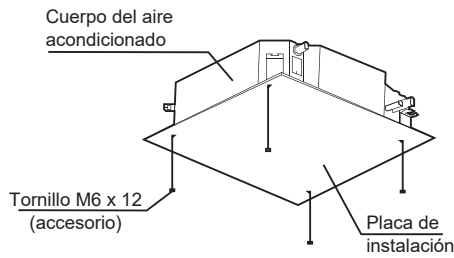

Figura 3.8
2. Una vez que haya levantado y montado la unidad, use tornillos M6 x 12 (accesorio 5) para asegurar la placa de instalación (accesorio 4) al cuerpo de la unidad. Asegúrese de verificar el tamaño y las posiciones de la abertura en el techo antes de hacerlo. Véase Figura 3.8.